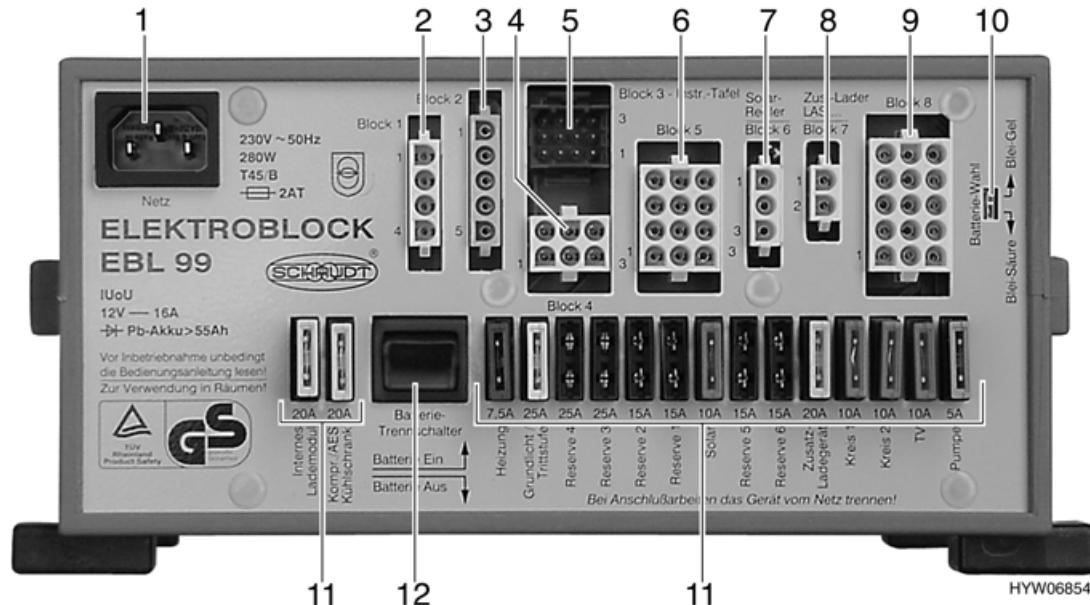

Fig. 54 Centralina elettrica EBL 99
La centralina elettrica (Fig. 54) è situata sotto al sedile del guidatore.
L'interruttore staccabatteria (Fig. 54,12) serve a disinserire tutte le utenze a 12 V dell'abitacolo, anche la valvola di sicurezza/di scarico del riscaldamento. In tal modo si evita uno scaricamento eccessivo delle batterie dell'abitacolo nei lunghi periodi di fermo del veicolo (per esempio in occasione di inattività temporanea).
- ▶ L'impostazione di stabilimento del selettori batteria (Fig. 54,10) ("Piombo-Gel") non deve essere modificata.